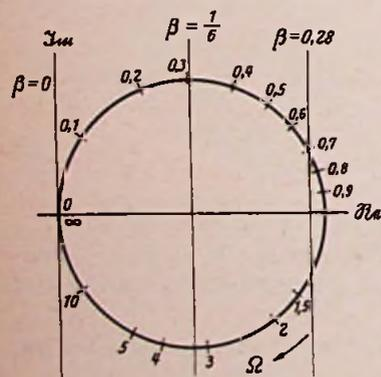

Bild 3. Ortskurve für Bild 2
In Bild 3 ist die bezifferte Ortskurve $\alpha = f(\Omega)$ dargestellt. Die Gleichung (4) $\alpha - \beta = f(\Omega)$ geht aus dieser Darstellung dadurch hervor, daß man die imaginäre Achse um β nach rechts verschiebt.
des RC-Gliedes gegeben. Bild 3 veranschaulicht diese Tatsache. Hat z. B. die Verstärkung eine Phase von -45° , dann muß die Kopplung eine Phase von $+45^\circ$ haben. Ein vom Koordinatenpunkt unter $+45^\circ$ gezogener Strahl